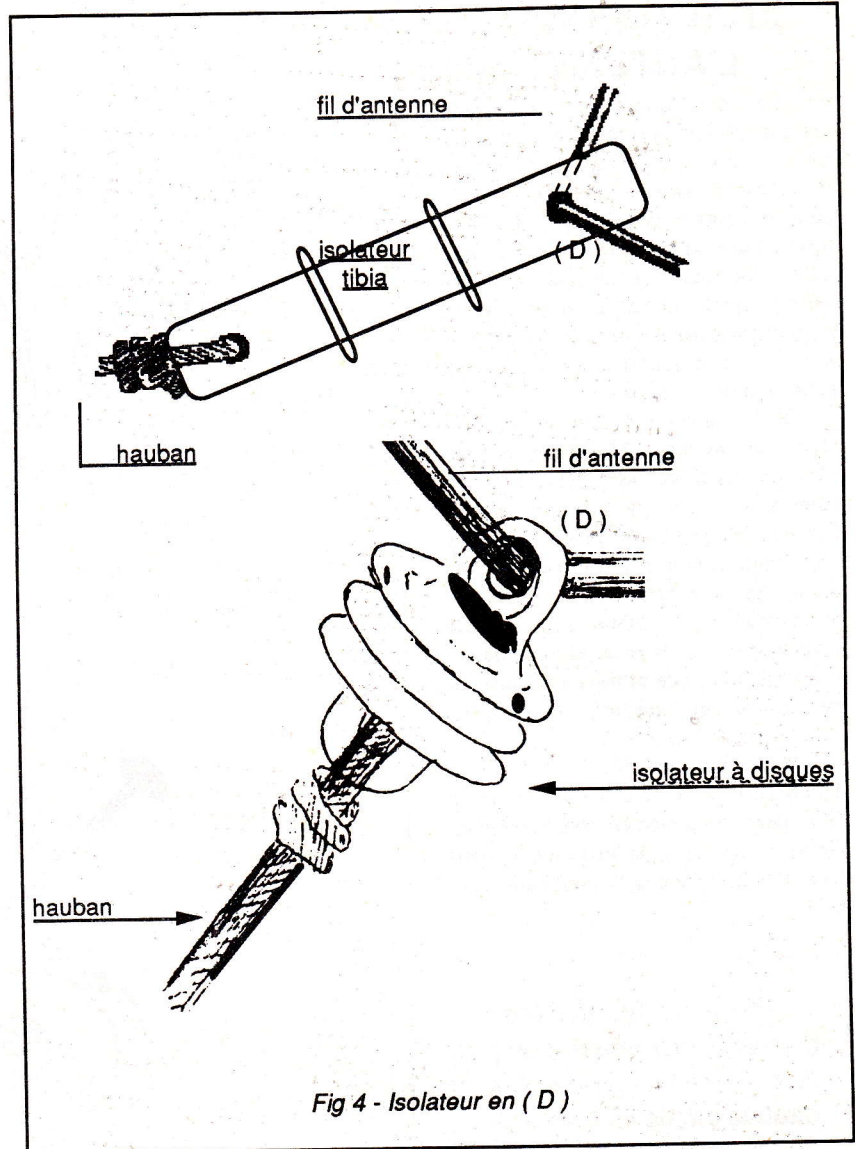

Fig 4 - Isolateur en (D)
L'extrémité (D) de la base possède un isolateur qui peut être un "tibia" en plastique (moins lourd que celui en verre), ou à 3 disques. (FIGURE 4).